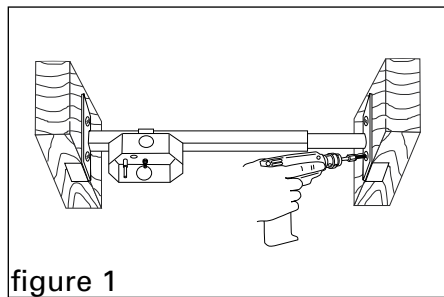

figure 1
1. Using the four screws provided, mount the Saf-T-Bar[®] to the ceiling joist (figure 1).
1. A l'aide des quatre vis fournies, installez la barre de sécurité Saf-T-Bar[®] à la solive du plafond (figure 1).